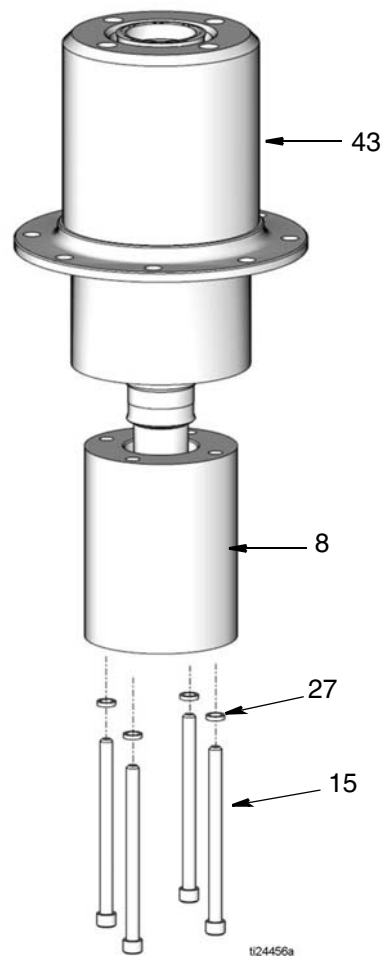

Рис. 6
3. Выкрутите четыре винта с колпачком (15) и снимите шайбы (27) из нижней части переходника насоса (8). Постучите по переходнику насоса, чтобы ослабить крепление, и снимите его с корпуса двигателя (43) (Рис. 6).
4. Выкрутите четыре винта с колпачком (15) и снимите шайбы (27) из нижней части переходника насоса (8). Постучите по переходнику насоса, чтобы ослабить крепление, и снимите его с корпуса двигателя (43) (Рис. 6).